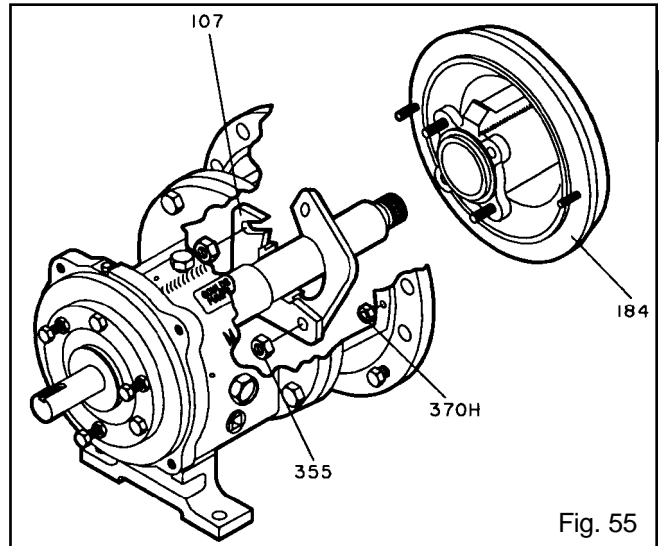

Fig. 55
1. Quite las tuercas (355) de los pernos prisioneros del casquillo y el casquillo (107).
3. Quite la tapa (184) del prensaestopas (Fig. 55).